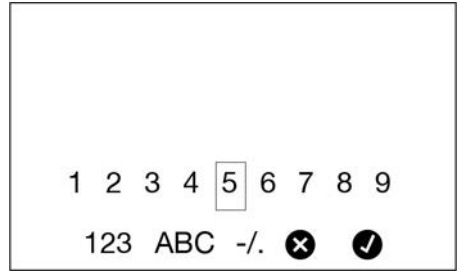

FIG. 47
2. Aparecerá la pantalla que se muestra en la FIG. 47. Esta pantalla se puede utilizar para crear una descripción única para el PREAJUSTE.